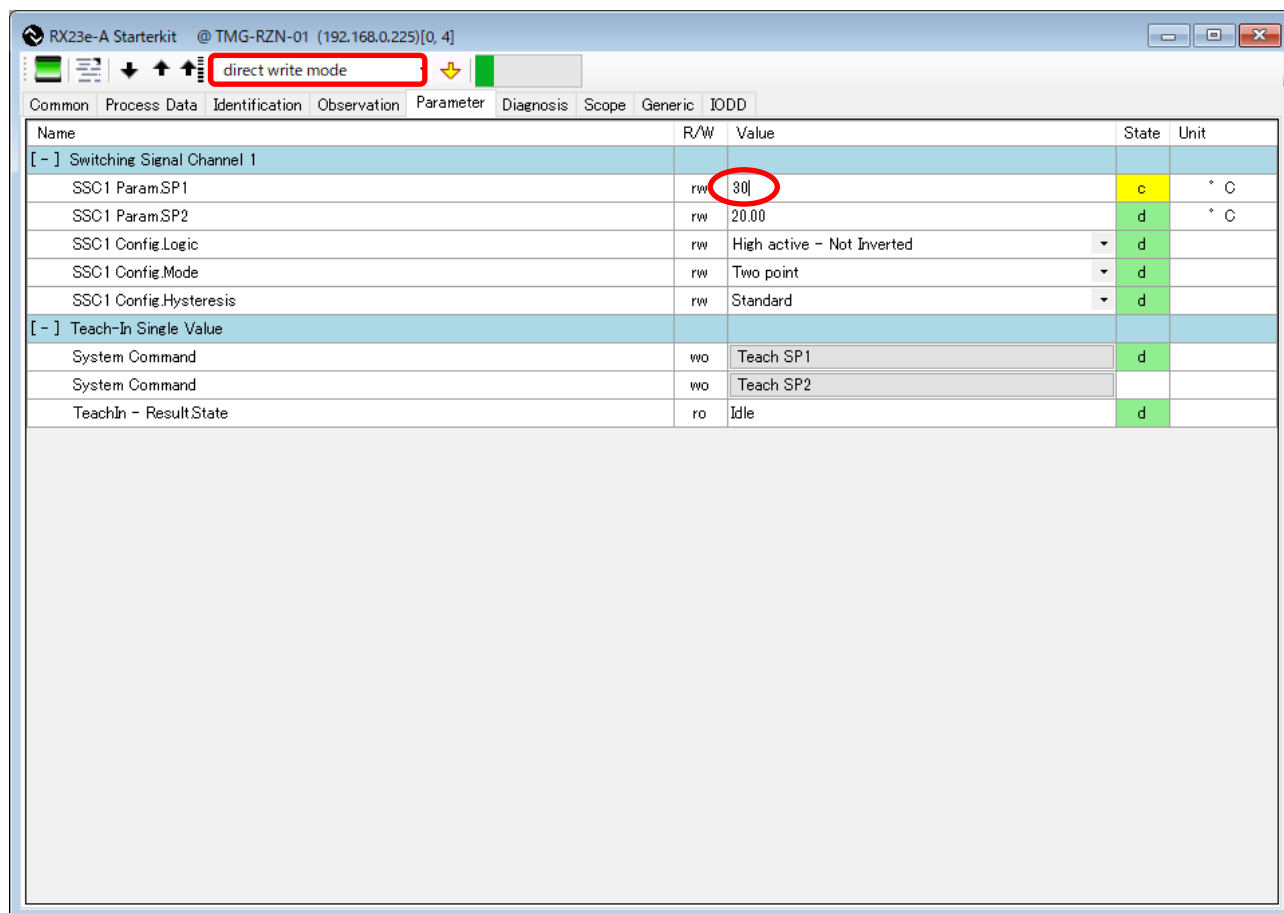

図 5-20 IO-Link Device Tool V5.1 – PE (direct write mode でのパラメータ設定)
5. 「Status」の緑色の網掛けは、パラメータがデバイスに設定され、マスターとデバイス間の同期が行われたことを示します (図 5-20 を参照してください)。